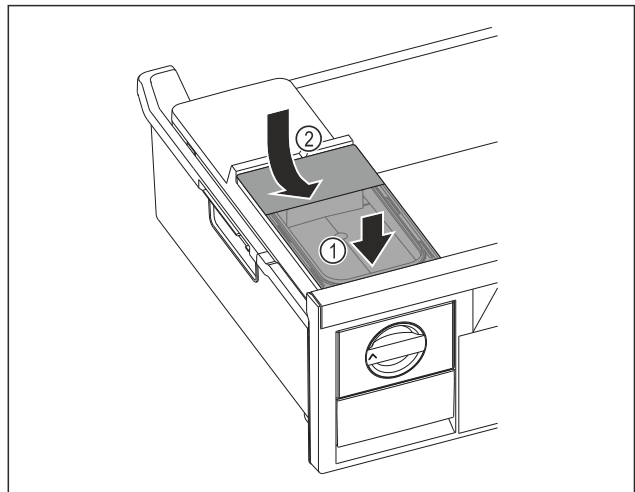

Fig. 99
- ▶ Nádržku na vodu nasadíte vpred. Fig. 99 (1)
- ▶ Nádržka na vodu spustíte vzadu. Fig. 99 (2)